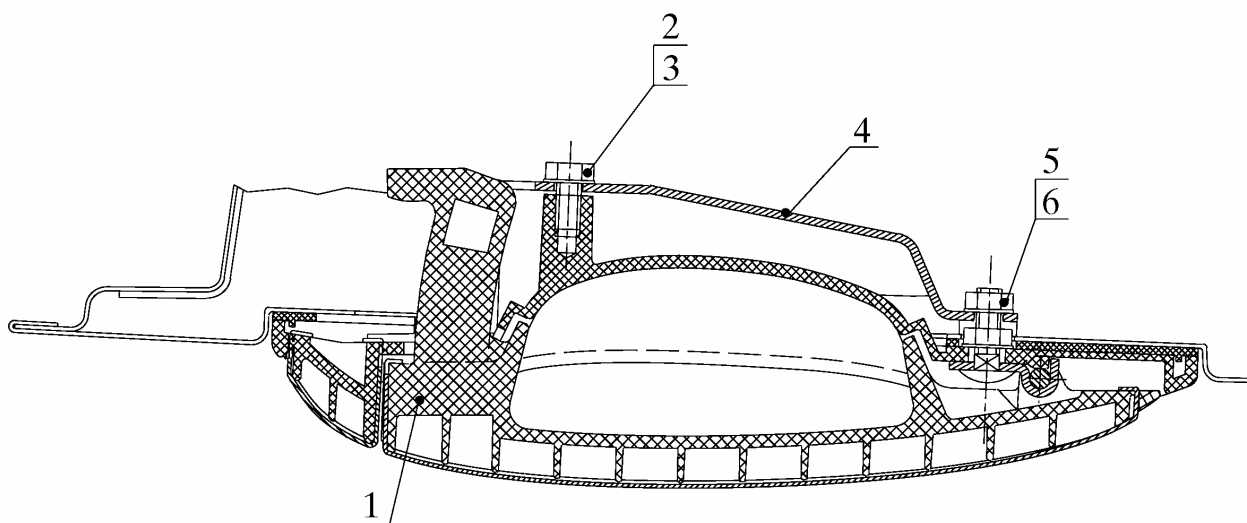

Рис. 22. Снятие ручки наружной задней двери:
5.1.9. Снять ручку 1 (рис. 22) наружную задней двери левую, отвинтив гайку 5 с шайбой 6 и болт 2 с шайбой 3, сняв скобу 4 крепления ручки